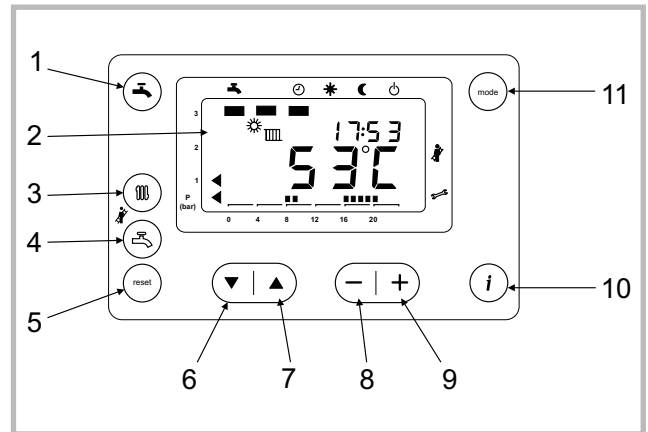

Figure 39 - Tableau de contrôle
Appuyer simultanément sur (🔧) et (🔧) pendant 6 secondes (repère 3 et 4, fig. 39).
- Appuyer sur la touche (▼) (repère 6, fig. 39)
- Il est possible de contrôler les allures intermédiaires en ajustant le % à l'aide des touches (+) et (-) (repère 8 et 9, fig. 39).